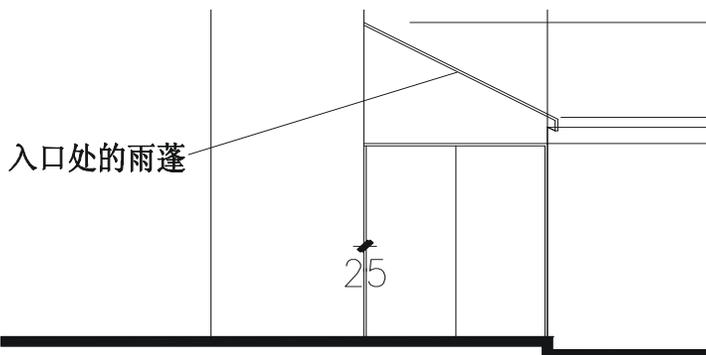

图 12-1-50
**STEP 07** 结合首层平面引出的辅助线，绘制出入口处门的侧面，如图 12-1-50 所示。